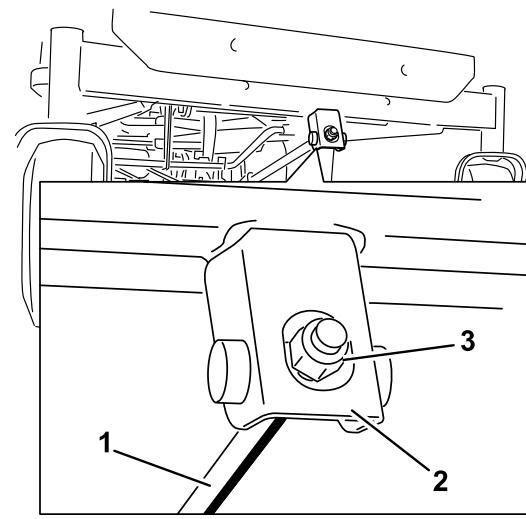

Figura 66
6. Para ajustar a inclinação da lâmina da frente para trás, rode a porca de ajuste na parte da frente do cortador (Figura 66).